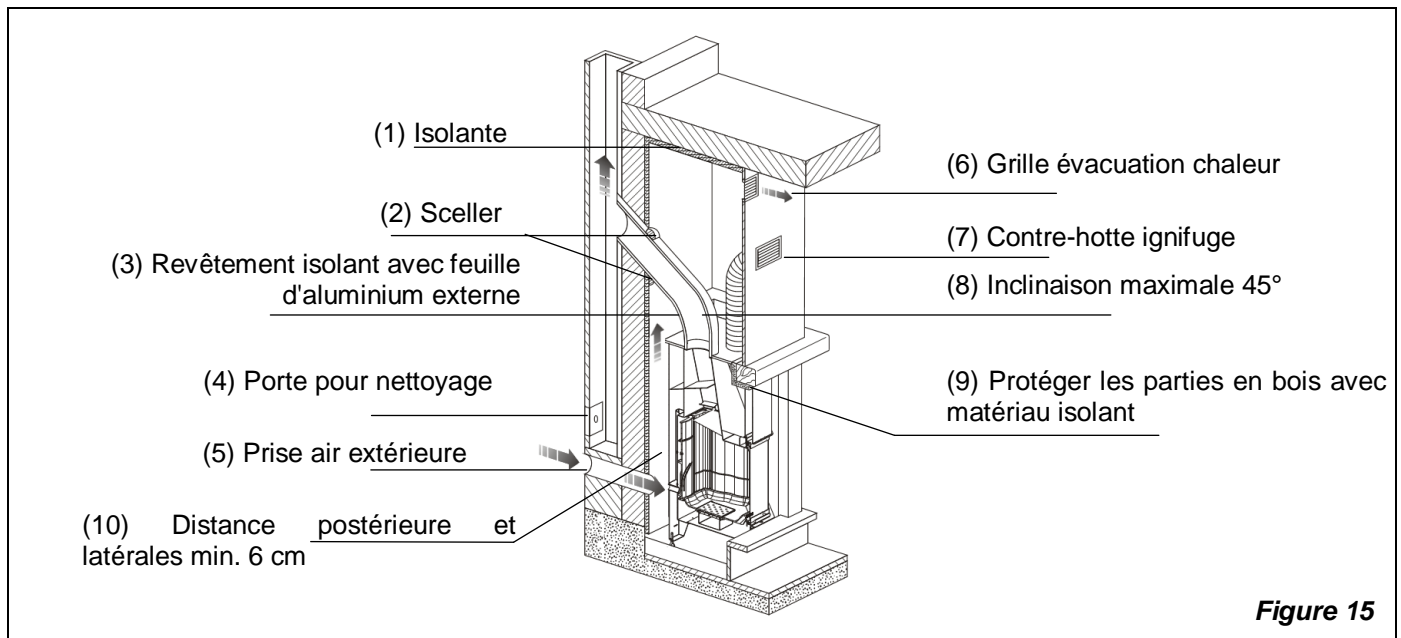

Figure 15
**La grille de libération chaleur** (Figure 15 pos. 6) doit être installée dans la partie supérieure de la hotte à environ 20 cm. du plafond. Son installation est **obligatoire** puisque sa fonction est celle de laisser sortir dans le local la chaleur accumulée à l'intérieur de la hotte (surpression).